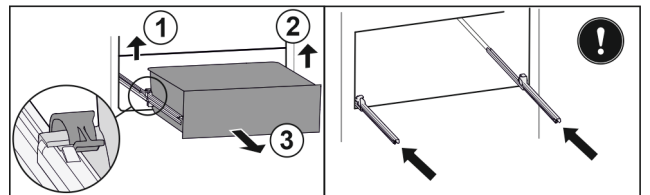

Fig. 30
- ▶ Повдигнете лявата скоба и едновременно с това изтеглете напред чекмеджето отляво. Fig. 30 (1)
- ▶ Повдигнете дясната скоба и едновременно с това изтеглете напред чекмеджето отдясно. Fig. 30 (2)
- ▶ Извадете чекмеджето напред. Fig. 30 (3)